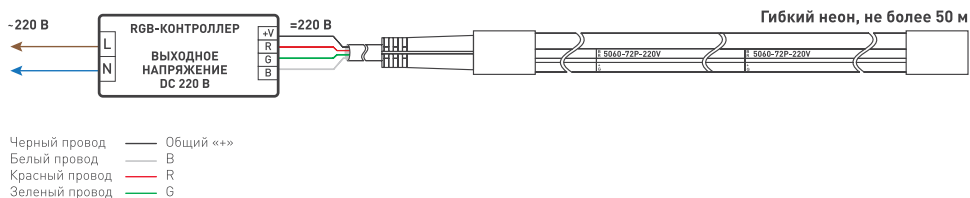

Рисунок 2. Схема подключения.
- 3.8. Если для управления «гибким неоном» используется сторонний контроллер не из комплекта, выполните подключение согласно приведенной схеме. Соблюдайте полярность подключения, а также маркировку, нанесенную на боковой поверхности неона (B — синий, R — красный, «+» — общий плюс, G — зеленый) и цветовую маркировку проводов (см. рисунок 2).